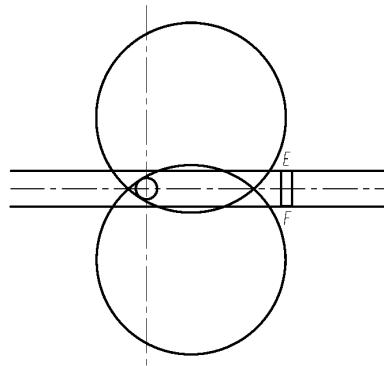

图 2-37 绘制与矩形相切的水平辅助线
(9) 单击“构造线”按钮, 输入 H, 捕捉 E 点并水平延伸单击, 捕捉 F 点并水平延伸单击。绘制两条与矩形相切的水平辅助线, 如图 2-37 所示。